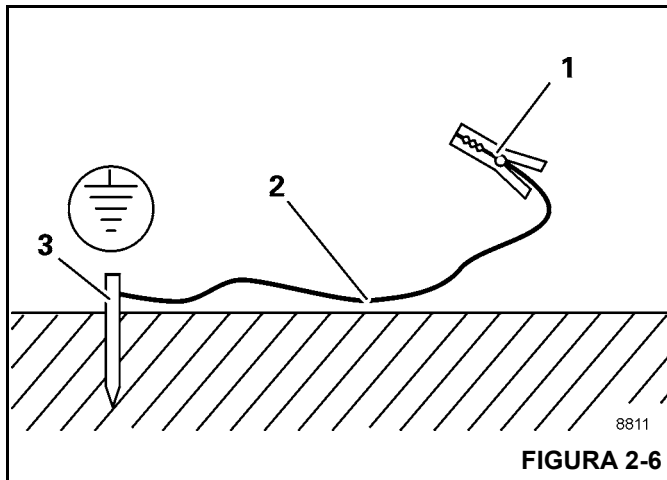

FIGURA 2-6
1. Martele uma haste de metal (3, Figura 2-6) (comprimento de aproximadamente 2,0 m (6.6 pés) pelo menos 1,5 m (5 pés) no solo.
2. Umedeça o solo ao redor da haste de metal (3) para obter melhor condutividade.
3. Prenda o cabo isolado (2) na haste de metal (3) seção transversal de pelo menos 16 mm² (0.025 pol²).
4. Conecte a extremidade livre do cabo com um grampo (1) a um local com boa condutividade elétrica na estrutura.